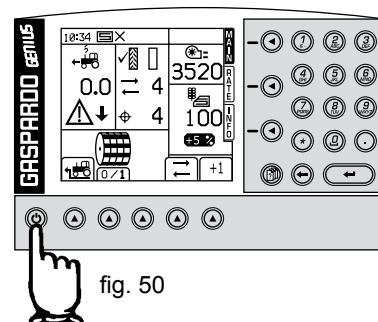

fig. 50
- 5) Slå på konsolen (Fig. 50) och invänta slutet på initieringsförfarandet (cirka 8÷10 sekunder)